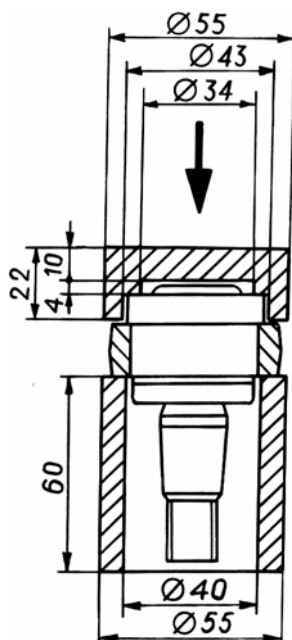

Рис. 5.30. Запрессовка шарнира рулевых тяг
- запрессовать новый шарнир в продольную тягу с помощью опорной втулки и нажимной пяты (рис. 5.30);